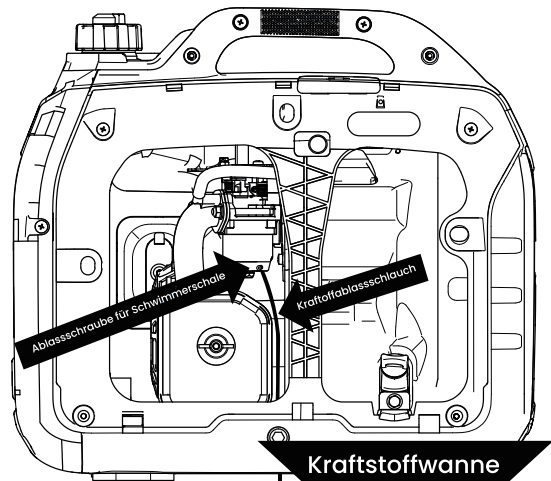

Abbildung 16: Kraftstoffablassschlauch
2. Suchen Sie den durchsichtigen Kunststoffschlauch des Floßs, der unten aus dem Wechselrichter austritt, und stellen Sie einen geeigneten Behälter darunter, um den abgelassenen Kraftstoff aufzufangen (siehe Abbildung 16).